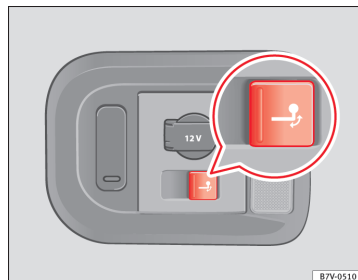

Fig. 158 I bagagerummet i højre side: knap til elektrisk ud- og indklapning af kuglehoved
- Træk i kontakten ⇒ Fig. 158 et kort øjeblik. Kuglehovedet løsnes elektrisk og drejer automatisk ud. Kontrollampen i knappen blinker.
- Træk i kontakten ⇒ Fig. 158 et kort øjeblik. Kuglehovedet løsnes elektrisk, og kontrollampen i knappen blinker.